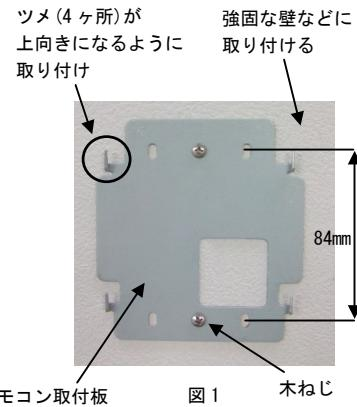

図 1 リモコン取付板 木ねじ
- リモコン取付板を木ねじ（ $\phi 3.5 \times 25$ ）2 本で壁に取り付けてください。（リモコン取付板はツメが上向きになるように取り付けてください。）（図 1）